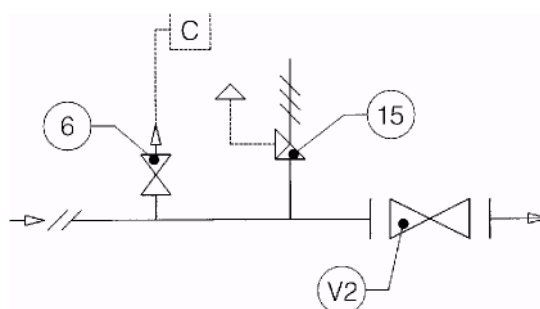

Рис. 8
3.1.1 УСТАНОВКА НЕПОСРЕДСТВЕННО НА ЛИНИИ (РИС. 8)